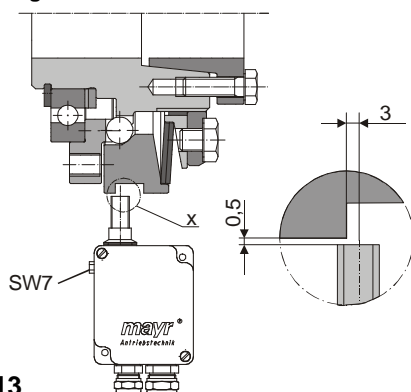
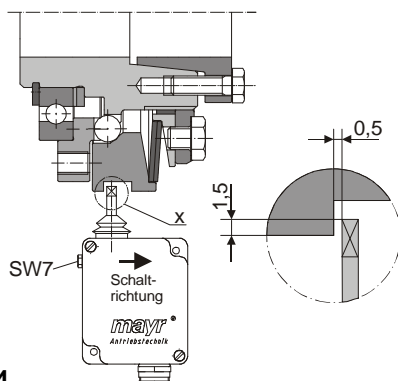

Bild 13
Bild 14
Die Schaltrichtung des mechanischen Endschalters geht in Richtung Einstellmutter (5), bzw. in Hubrichtung der Druckscheibe (3) Bild 14.
Stellen Sie die Schalterabstände für den mechanischen und berührungslosen Endschalter nach Bild 13 bzw. nach Bild 14 ein.
Der Abstand der Druckscheibe (3) vom Schaltpunkt kann mit einer Sechskantschraube SW7 fein einjustiert werden, Bild 13 und 14.
(Schaltkante siehe Einzelheit "X" in Bild 13 Bild 14).